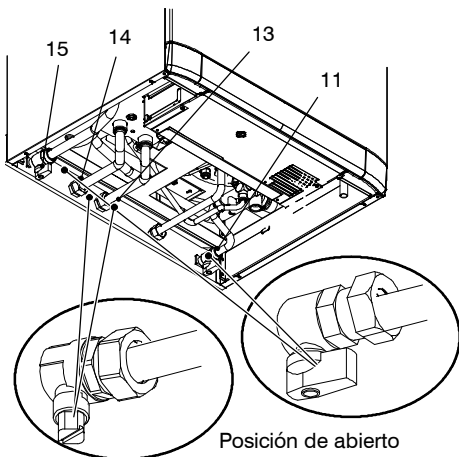

fig. 6.1
- 1 Abrir los grifos del contador de gas y de la caldera 15 en la fig. 6.1
- 5 Abrir los grifos 14, 13 y 11 en la fig. 6.1 dejando cerrado el grifo de gas 15 en la fig. 6.2
- 17 Abrir la llave de gas 15 en la fig. 6.1